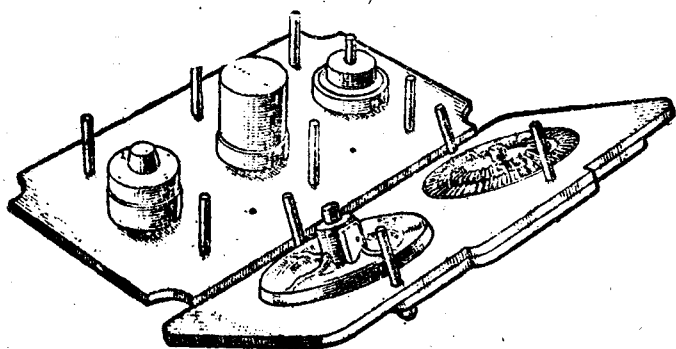

图14 把漏模板套在型板上的情形。
3. 漏模式型板 当模型尺寸較高, 或模型本身不允許帶有足夠的造型斜度时 (如齒輪鑄件), 可采用漏模式型板 (如图14)。